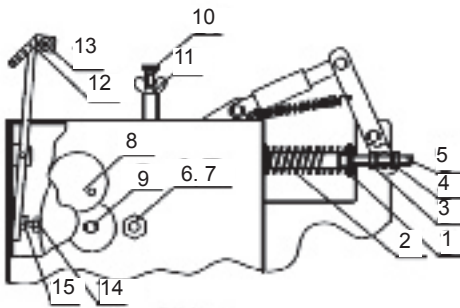

Abb. 8
- Wenn sich das Drahtseil ohne Betätigung des schwarzen Druckknopfes (1) aufwickelt, wurde die Mutter (Pos. 7) zu fest angezogen, es herrscht kein Spiel zwischen Kupplung und Trommel, d. h. Mutter lösen und den Vorgang so lange wiederholen, bis das Seil völlig still steht, wenn der schwarze Druckknopf nicht aktiviert ist.
Die Einstellung der Vorbremse erfolgt mit der Schraube (10) und Flügelmutter (11) (Abb. 8). Eine Funktion der Vorbremse übernimmt auch die Seilführung Pos. 12, (Abb. 8) in der das Drahtseil eingeführt ist. Durch richtige Einstellung wird zugesichert, dass sich das Drahtseil nicht von selbst bzw. zu schnell von der Trommel abwickelt. Das würde sonst bei einer schnellen Entlastung der Bremse und zu schnellem Abwickeln das Drahtseil beschädigen.
- Anziehen der Mutter (Pos. 3) Abb.8, welche die Feder anspannt
Anschließend wird die Kette alle 60 Betriebsstunden überprüft. Das Spannen der Kette wird wie folgt durchgeführt (Abb. 8):
Auf der Seilwinde befinden sich zwei Schmiernippel, die eine Schmierung der oberen und unteren Umlenkrolle sowie der Seilführung ermöglichen. Ebenfalls sind die Nippel (13) auf der Vorbremse (12) (Abb.8) zu schmieren.